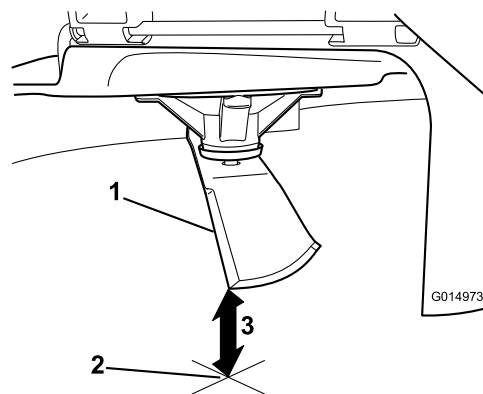

Рисунок 62
5. Измерьте расстояние от конца ножа до плоской поверхности (Рисунок 62).